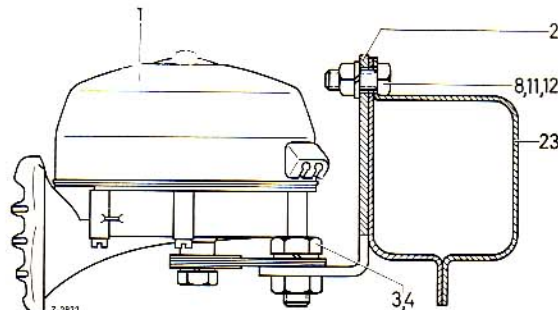

Bild 54-2/2
2. Bei den Typen 190 C bis 230 S (außer Typ 230) die Halter (2) und (5) bis (7) mit den Teilen Pos. 8 bis 12 am vorderen Querträger (23) anschrauben (Bild 54-2/1 und 5). Bei den Typen 230, 250 S, 250 SE Limousine, 280 S/8, 280 SE/8 Lim., 300 SEB, 300 SEL, 300 SEL/8, 300 SEL/8 6.3 den Halter (2) di-